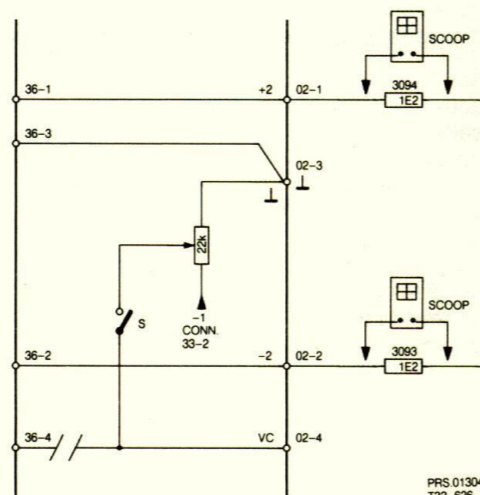

Fig. 5
3. Connect the slider with 02-4(Vc) via switch S (see figure 5).
2. Brancher un potentiomètre d'ajustage de 22kΩ entre 02-31 (⊥) et le connecteur 33-2 (1) de la platine asservissement.
3. Relier le curseur à travers un commutateur S à 02-4 (Vc). (Voir fig. 5)